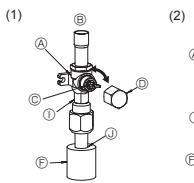

Fig. 5-5
(1) Gaz tarafı (Fig. 5-5)
- Gaz tarafı (Fig. 5-5)